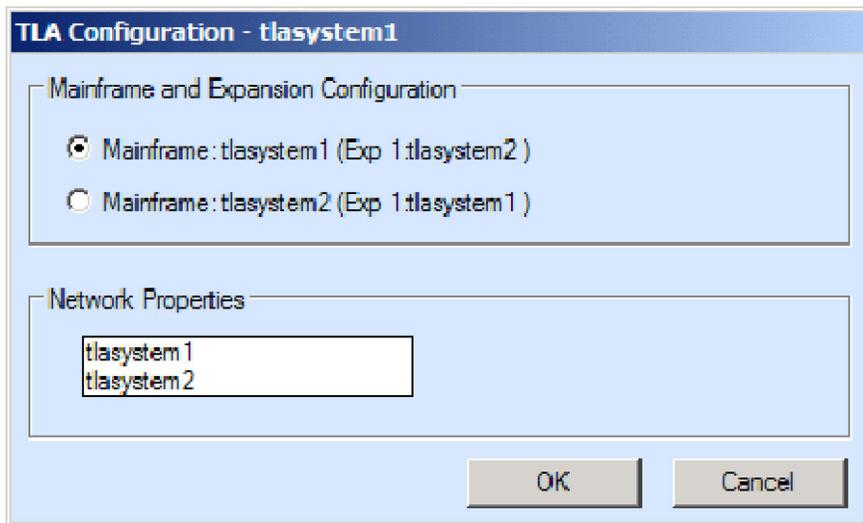

図 23: 機器 2 台の設定
5. **TLA Configuration** アイコンをクリックします。TLA Configuration ダイアログ・ボックスが開きます。(図 23 参照)。このダイアログ・ボックスを使用して、一方の機器をマスタ・メインフレーム、もう一方を拡張メインフレームに割り当てます。